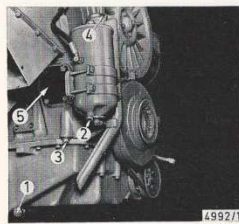
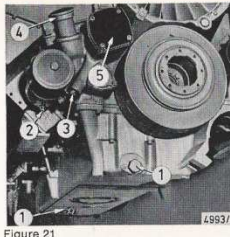
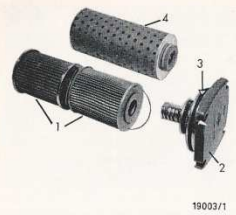

Figure 20
Figure 21
Figure 34
L'évacuation de l'huile aérée s'effectuera toujours lorsque le moteur est encore chaud; l'huile s'écoule alors plus facilement. Sur un moteur à 6, 8 ou 10 cylindres, équipé d'une cuve à huile d'exécution normale, l'opérateur aura à dévisser le bouchon de vidange (1 - fig. 20) sur un moteur à 12 cylindres et sur un moteur à 6 ou 8 cylindres équipés d'une cuve du type sec; l'opérateur aura à dévisser les 2 bouchons de vidange (2 - fig. 20) de la cuve et les vis de purge (2 et 3 - fig. 21) des litres à huile. (Défaut voir B 12 et B 14). Lorsque l'huile aérée est entièrement écoulée, resserrer les bouchons et faire le garnissage par la goulotte (4 - fig. 21); le réfrigérant d'huile (F10-3) sera garni à son tour, après dépose du bouchon (3 - fig. 3); le réviser après garnissage. L'opérateur fera tourner le moteur durant 3 bonnes minutes, l'arrêtera et attendra 2 minutes avant de procéder à nouvelle vérification du niveau d'huile; il fera l'appoint en huile, si nécessaire.
Ce filtre (5 (fig. 20) se trouve: sur un moteur à 6, 8 ou 10 cylindres, latéralement dans les parages de la turbine de refroidissement (voir fig. 20 - 5); sur un moteur à 12 cylindres, sur la calotte (voir fig. 21).
Lors de la 1ère vidange (à concurrence de 20 heures de service ou de 500 km), extraire la cartouche filtrante en papier (4 - fig. 34). (Elle n'est à utiliser que pendant les premiers temps de rodage) et y substituer les 2 éléments en chevron (1 - fig. 34).
Le décrassage des éléments en chevrons est à effectuer à concurrence des premières 240 heures de service, dans la suite toutes les 600 heures. Ouvrir d'abord le bouchon de purge des boues (3 - fig. 20/21), puis dévisser les 4 vis 6 pans logées sur le couvercle (2 - fig. 34), l'enlever et extraire les 2 éléments filtrants (1 - fig. 34); les rincer abondamment au gas-oil; nettoyer l'intérieur du boîtier; lors du réassemblage; s'assurer que l'anneau torique (3) porte bien et qu'il n'y a pas de fuites.
* Les moteurs sont équipés en exécution standard d'un filtre à huile à éléments en chevrons (Fig. 34). Sur commande, les moteurs peuvent toutefois être équipés d'un filtre à nettoyage mécanique (Fig. 35). Lorsque le rochet du filtre n'est pas relié à la timonerie des gaz ou, à un dispositif pneumatique de commande, le filtre à nettoyage mécanique devra être actionné par l'opérateur quotidiennement (1 rotation complète).